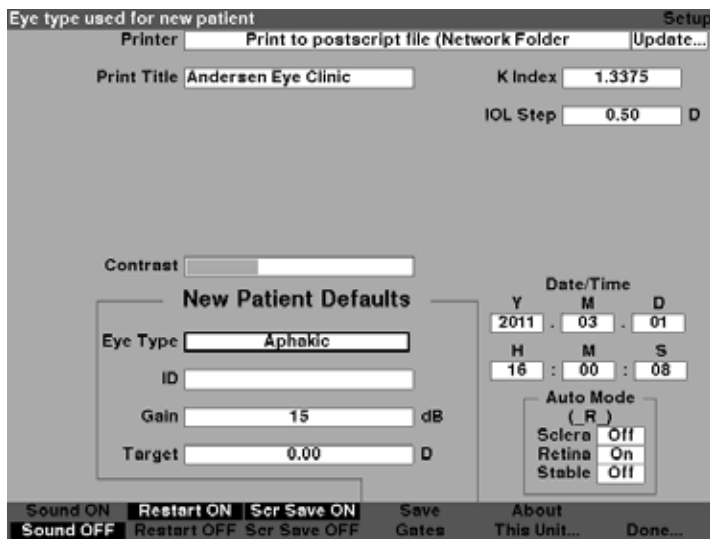

Figura 5-45 Tipo de ojo predeterminado modificado
4. Presione el control giratorio o el botón \checkmark para guardar el tipo de ojo predeterminado seleccionado y desactivar el campo, como se muestra en la Figura 5-45.